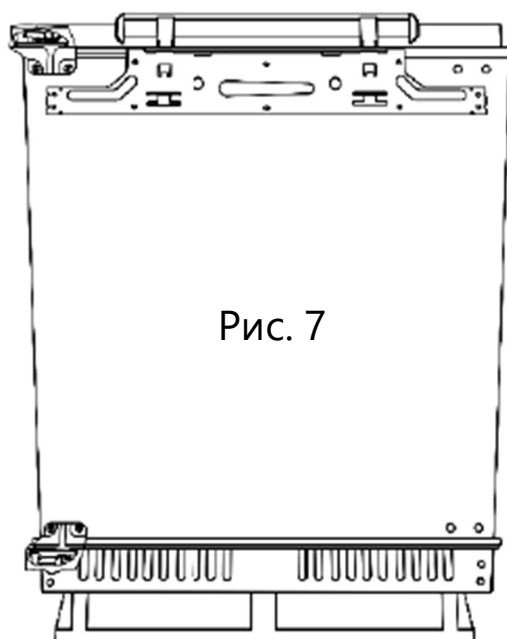

Рис. 7
8. Прикрепите дверь, зафиксировав внешние винты петли к двери. Необходимо выровнять дверь прибора горизонтально и вертикально, так, чтобы уплотнитель на двери плотно прижимался со всех сторон к самому прибору и окончательно закрепить рис.7.